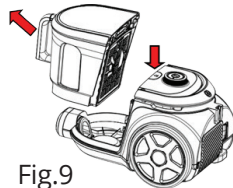

Fig.9
2. Comme le montre la figure 9, retirez le réservoir à poussière en tirant vers le haut et vers l'extérieur comme illustré.